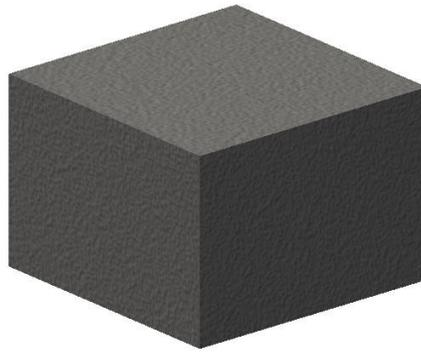

Рис. 4.7. Пластина
1. Постройте трехмерную модель тела базовой детали. В качестве такой детали используйте призму с размерами 50x50x35 мм. Построение осуществите с помощью команды «Параллелепипед»  из инструментальной линейки «Примитивы». Шаги построения изложены при построении пластин в болтовом соединении (рис. 4.7).